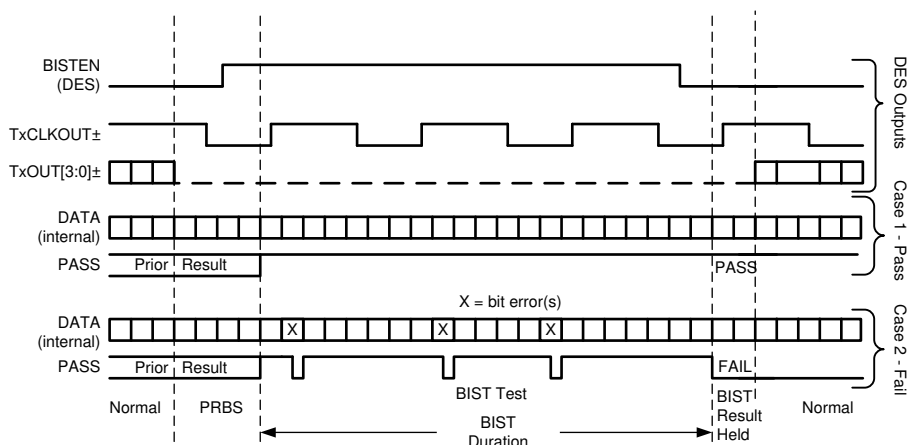

图 8-11. 与解串器信号结合的 BIST 波形
**第 4 步：** 在解串器 BISTEN 引脚变为低电平后，链路恢复正常工作。图 8-11 展示了两种情况下典型 BIST 测试的波形图。案例 1 无错误，案例 2 显示一个具有多个错误的示例。在大多数情况下，由于链路的稳健性 (差分数据传输等) 很难产生错误，因此可以通过大大延长电缆长度或使互连介质发生故障来引入错误。